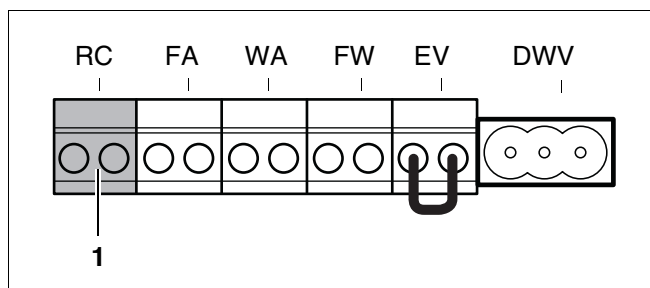

Рис. 51 Клеммник – блок управления помещения RC и шина EMS (цвет подключения оранжевый)
- Подключить соединительный кабель шины EMS к оранжевому штекеру клеммной панели (рис. 51, поз. 1).